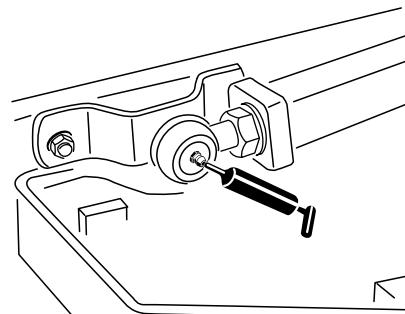

Figura 45
- Giunti sferici (2) del braccio di sollevamento (Figura 45)